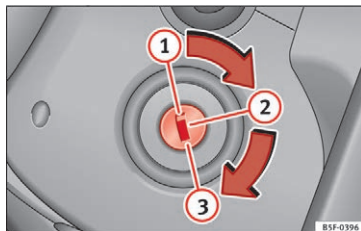

Fig. 173 Tændingsnøglens positioner
I denne position » » Fig. 173 er tændingen afbrudt, motoren er standset, og rattet kan låses.
- Drej tændingsnøglen til positionen »» Fig. 173 ②. Mens motoren forgløder, lyser kontrollampen ☹.
- Så snart kontrollampen slukker, skal du dreje tændingsnøglen til position ③ for at starte motoren. Træd i den forbindelse ikke på speederen.
- Drej tændingsnøglen til positionen »» Fig. 173 ①.